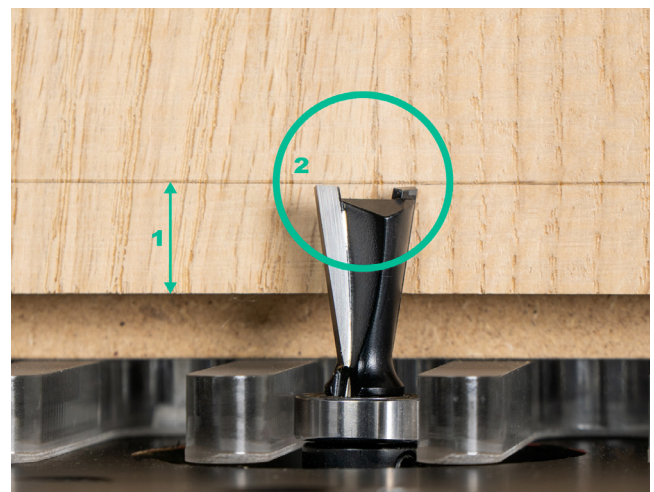

Abbildung 3.2: Werkstückpositionierung und Markierung für die Schwalbenschwanzzinken
5. Setzen Sie das Werkstück auf und legen Sie es an der zuvor festgelegten Markierung an (Abb. 3.2).